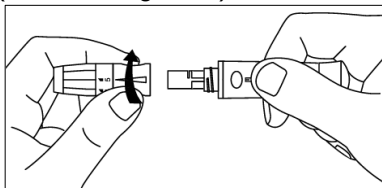

Figura 5.17
Paso 1: Desatornille la tapa del dispositivo de punción . (Consulte la figura 5.17)